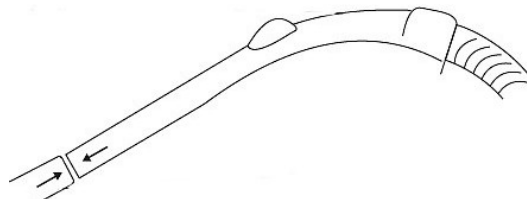

Fig. 7: Montaje del tubo de aspiración
Paso 5: Introduzca el otro extremo de la manguera flexible en el tubo de aspiración (fig. 7). Gire la manivela para asegurar una conexión firme.